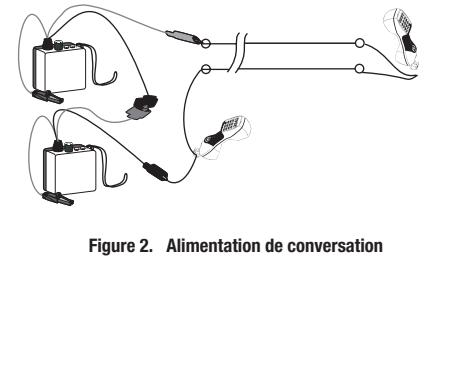

Figure 2. Alimentation de conversation
Connecter les fils d'essai en série à un appareil de vérification de téléphonie ou à une paire de fils inactive (Figure 2). Mettre l'interrupteur à la position OFF pour fournir une alimentation de conversation à la ligne « morte ».
**Dess appareils de vérification supplémentaires peuvent être ajoutés en série (pinza rouge sur pinza noire) pour augmenter l'alimentation de conversation au besoin (Figure 2).**